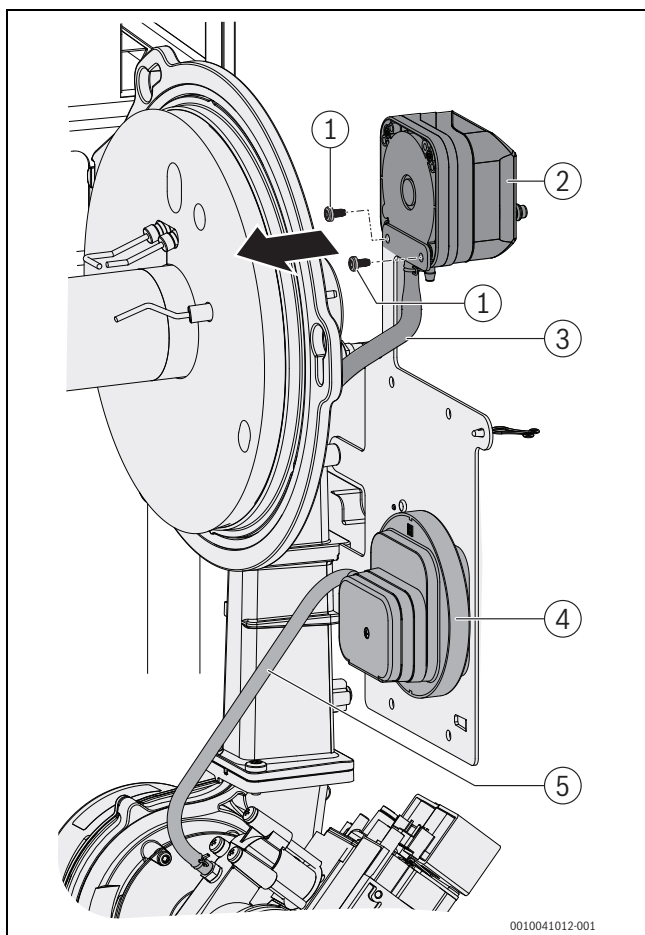
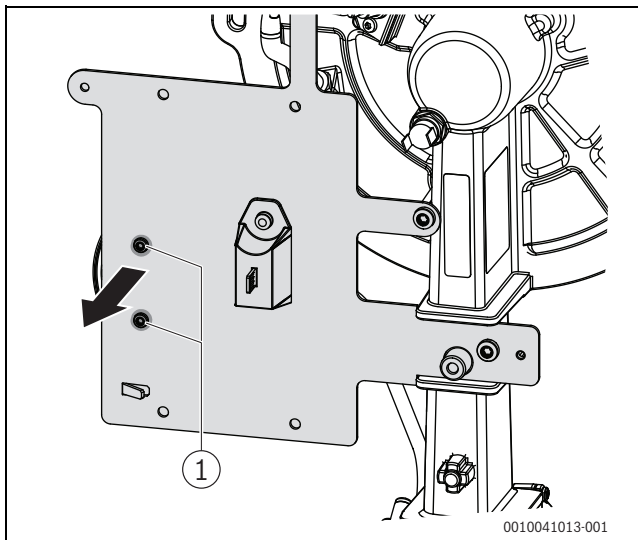

Fig. 43 Démontez le contrôleur de pression du foyer et de faible charge
Fig. 44 Démontez le contrôleur de pression de faible charge
- ▶ Retirer 2 vis de fixation (→ fig. 44, [1]) et enlever le contrôleur de pression petite charge (→ fig. 43, [4]) à l'arrière de la plaque de jonction. Veiller à ne pas endommager ni retirer le tuyau souple (→ fig. 43, [5]) et le câble de raccordement (non représenté).
- ▶ Fixer les contrôleurs de pression du foyer et de faible charge sur la plaque de jonction avec les vis prévues à cet effet. Veiller à ne pas plier les tubes de raccordement comme illustré dans la figure 43.